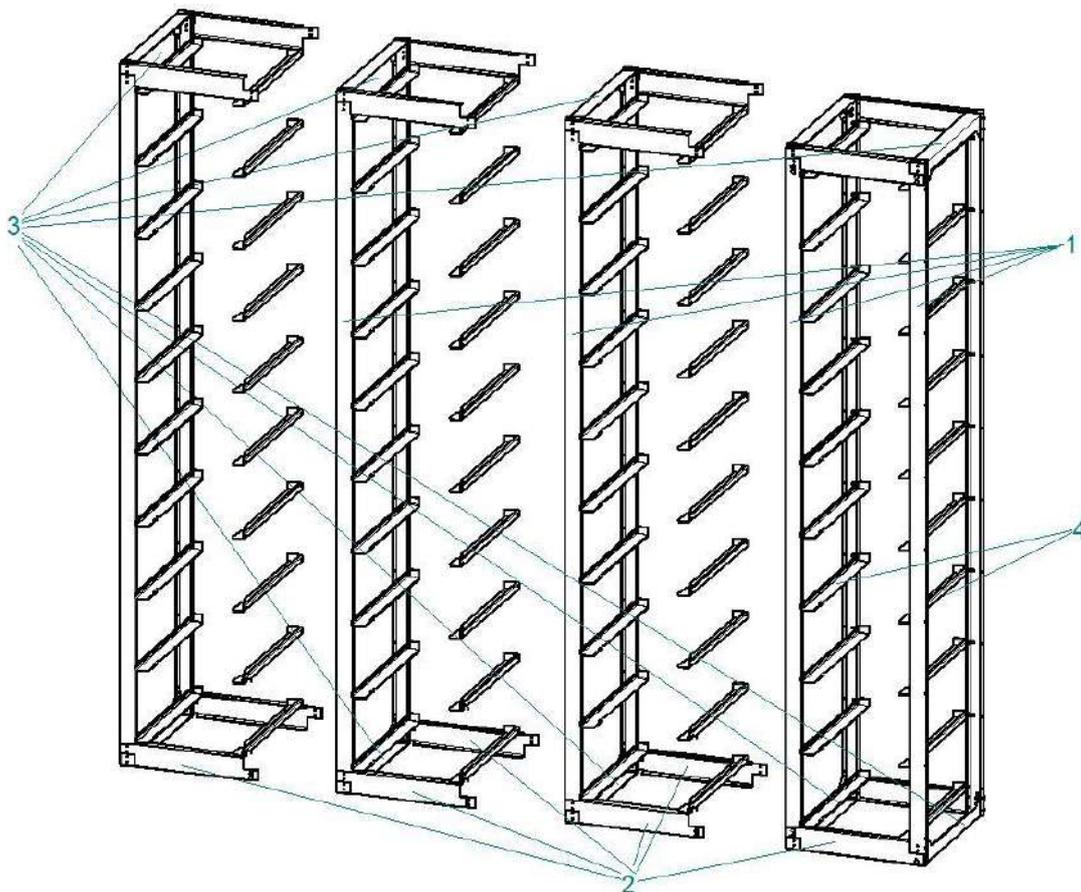

Рис.5
5.2.1 Составные элементы изделия распаковать, внешним осмотром проверить комплектность, состояние и целостность элементов. Сборку производить на ровной поверхности (см. рис.5).
5.2.4 Комплекты направляющих поз.4 привернуть винтами М6х20 к стойкам поз.1 как показано на рис.5.